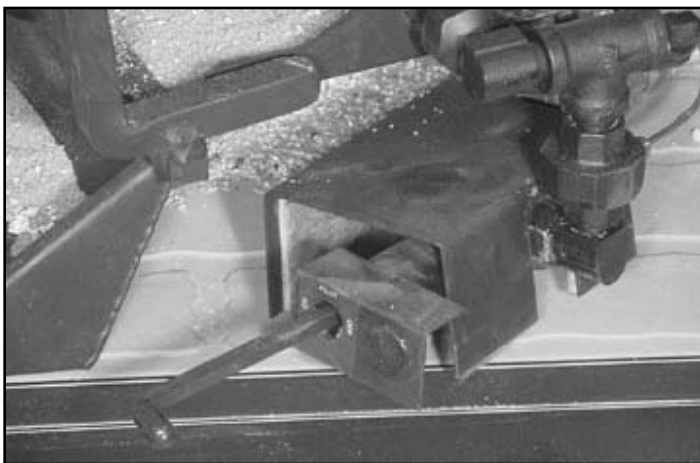

Figure 2 Couvercle de soupape (veilleuse de sécurité)
- Durant l'expédition et la maintenance de cet appareil, le couvercle de la soupape de contrôle de la veilleuse de sécurité pourrait ne pas être en place. Après l'installation du brûleur dans le foyer, assurez-vous de replacer le couvercle pour éviter toute surchauffe. Voir la figure 2.